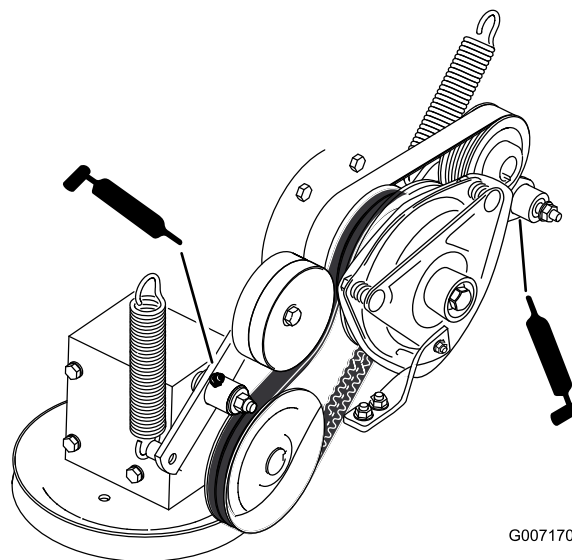

Figura 55
8. Ingrassate il braccio di rinvio della trasmissione della PDF (Figura 55).
9. Ingrassate il braccio di rinvio della cinghia della pompa (Figura 55).